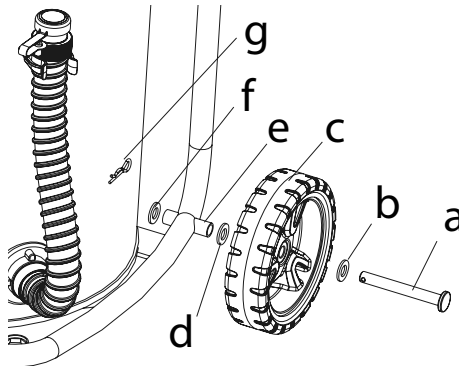

Fig. 4 – Montaje de las ruedas grandes
- Primero monte las ruedas grandes en la base de la aspiradora, según muestra la Fig. 4, siguiendo la secuencia del lado externo para el lado interno de la aspiradora: